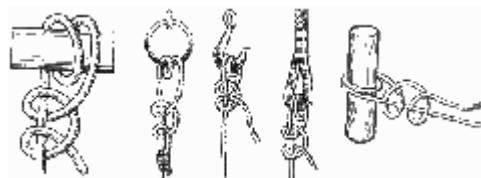

Рис. 12. Простой штык со шлагом
**Простой штык со шлагом** (рис. 12). От простого штыка этот узел отличается одним дополнительным шлагом вокруг предмета, к которому крепят трос. Он так же служит в основном для крепления тросов и перлиней при швартовке за кнехты, битенги и палы, но применяется, в отличие от простого штыка, в тех случаях, когда не возникает необходимости быстро отдать швартовы. Этот узел удобен также для крепления троса к гаку, огону, рыму и пр. Два шлага вокруг предмета делают этот узел более надежным при длительных стоянках, во всяком случае, он за счет дополнительного шлага перетрется не так быстро, как простой штык.
Рыбацкий штык (или якорный узел) в какой-то степени схож с простым штыком со шлагом (см. рис. 12). Отличается от него тем, что первый из двух полуштыков проходит дополнительно внутри шлага, обхватывающего предмет. Применяя этот узел для якоря, всегда необходимо прихватывать ходовой конец схваткой к коренному. В этом случае, даже при очень сильной тяге, рыбакский штык не затягивается и надежно держит. Его можно смело применять во всех случаях при работе с тросами, когда они подвержены сильной тяге.